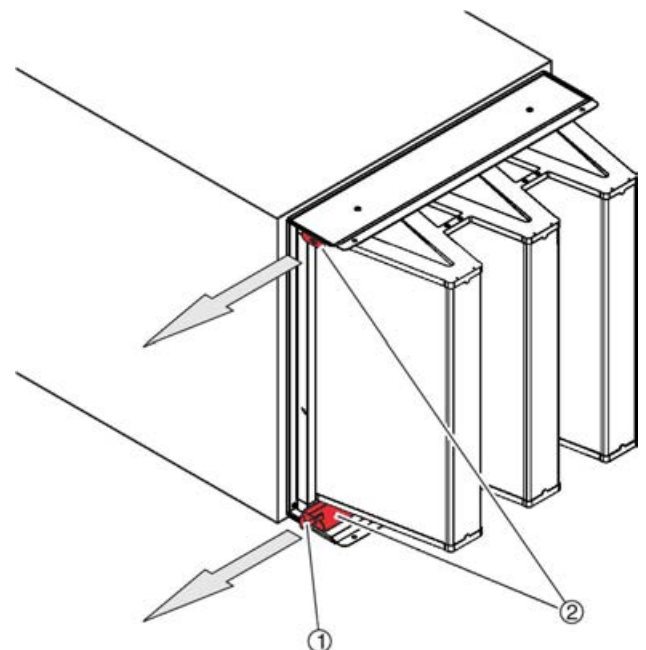

Abb. 24: Spannschienen lösen
4. ▶ Die Spannschienen ( Abb. 24 /2) mit Spezialschlüssel ( Abb. 24 /1) herausziehen, bis sie anschlagt.